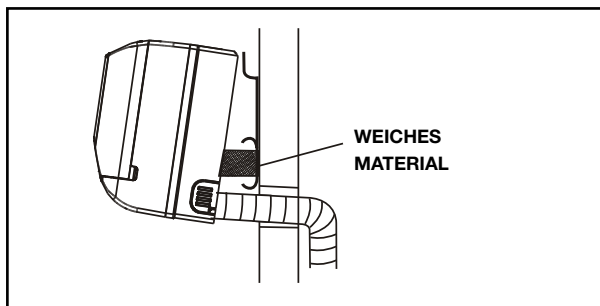

Abb.7
3. Legen Sie weiches Material zwischen die Einheit und die Wand, damit das Gerät teilweise angehoben bleibt und die Leitung leichter verlegt werden kann (Abb. 7). Vergessen Sie nicht, das Material zum Schluss wieder zu entfernen.